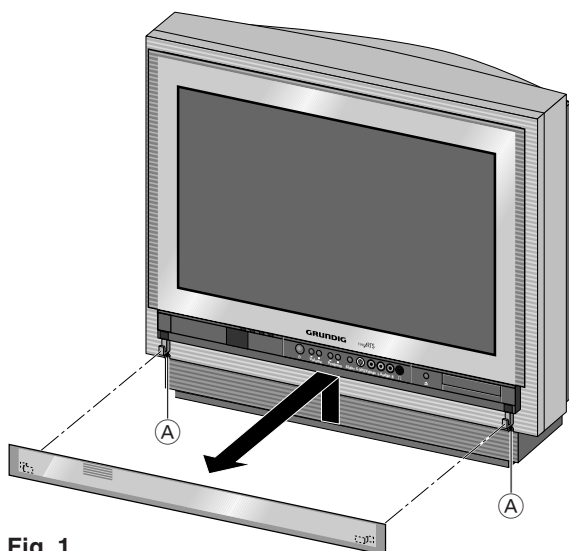

Fig. 1
- Die beiden Befestigungsschrauben (A) lösen und die Bedienteilabdeckung nach oben abnehmen (Fig. 1).
- Undo the two fastening screws (A) and lift the glass cover of the keyboard control unit to remove it (Fig. 1).